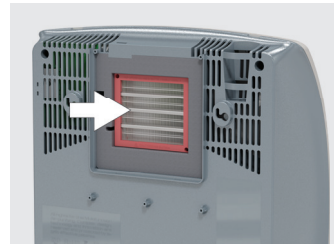

Рисунок 10
- Установите на место пенопластовый теплоизоляционный элемент. Установите нагревательный элемент до упора в корпус прибора до щелчка защелки. Убедитесь что нагревательный элемент надежно зафиксирован (рис. 10).